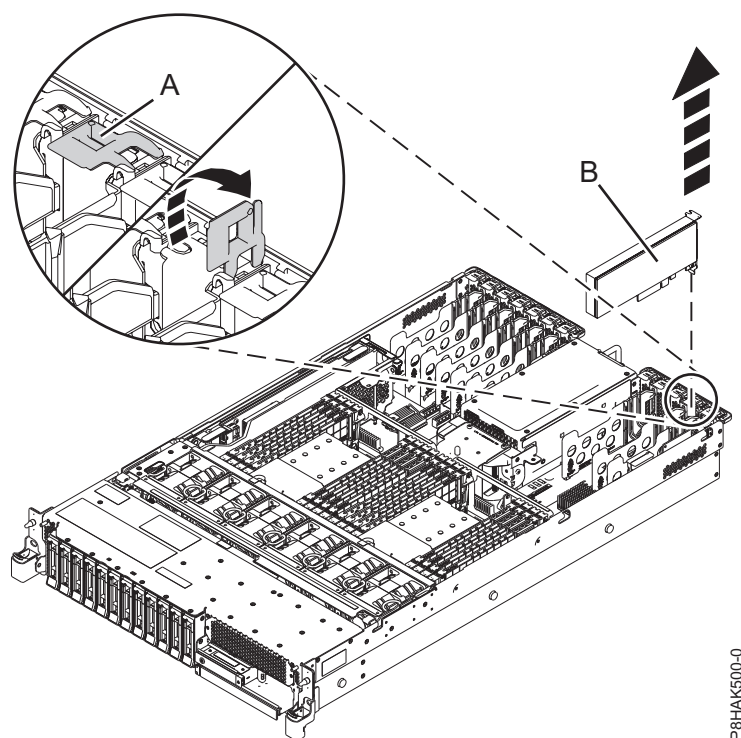
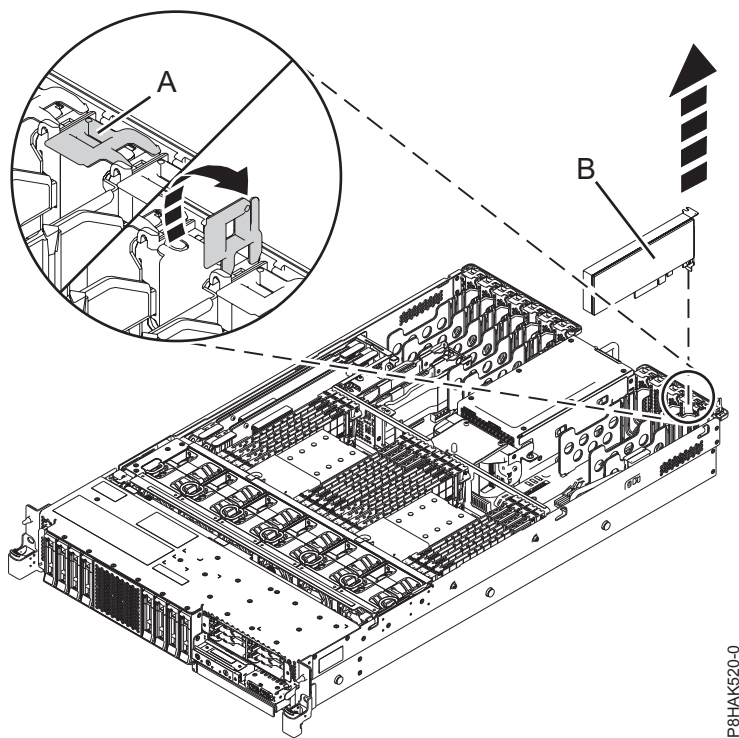

Figura 25. Remover um adaptador PCI de um sistema instalado em bastidor
Figura 26. Remover um adaptador PCI de um sistema função expandida montado em bastidor
6. Para colocar a patilha do adaptador (A) na ranhura de destino na posição de abertura, rode a patilha (A) na parte posterior do sistema, na direcção apresentada em Figura 25 e Figura 26 na página 46.
7. Segure no adaptador (B) com cuidado pela extremidade superior ou pelo contraponto e remova o adaptador da ranhura, como demonstrado em Figura 25 e Figura 26 na página 46.